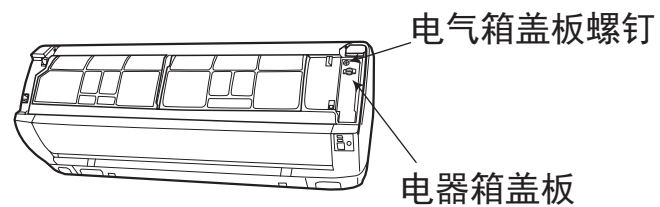

图14-2
(2) 打开面板，拧下电气箱盖板固定螺钉，取下电气箱盖板。（如图14-2）
(3) 连接电缆连接顺序
- 连接电缆连接结束后，用螺钉将电气箱盖板固定（如图14-2）。
- 然后用手将面框右下角风室下盖板 ①、② 处的勾子沿箭头相反方向推紧，装上风室下盖板，然后关上面板。